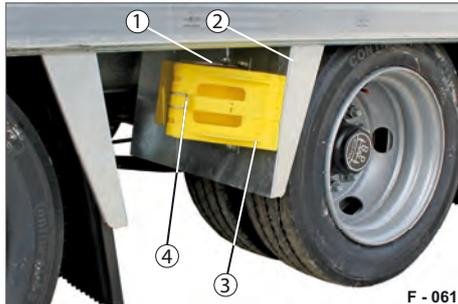

Abb. 89 Unterlegkeile, Kotflügel
- ▶ Sicherungsfeder (Abb. 89/4) von dem Unterlegkeil lösen.
- ▶ Unterlegkeil (Abb. 89/3) aus der Halterung herausziehen.
- ▶ Unterlegkeil in die Halterung (Abb. 89/1) komplett einstecken. Die Sicherungsfeder (Abb. 89/4) sichert den Unterlegkeil selbstständig. Der Unterlegkeil ist verliersicher gesichert.